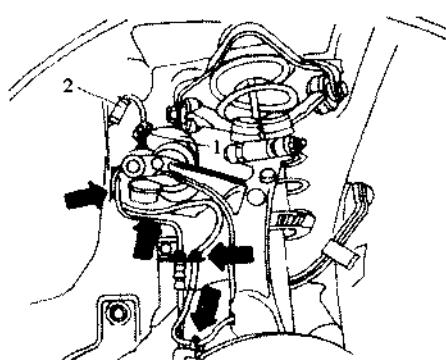
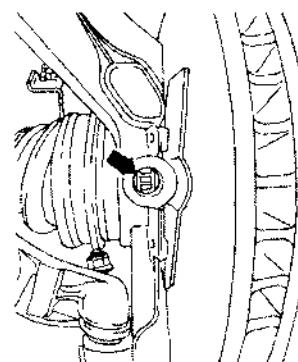

图 7.30 从车轮罩上松开护套
图 7.31 检查转子是否脏污或损坏
(1) 拆卸转速传感器，如图7.30所示。
- ① 更换卡夹。
- ② 插入转速传感器前先装上密封件。
- ③ 装上转速传感器导线，将护套 1 装到定位夹内（见图 7.30）。
- ④ 将转向盘转至左右止点，检查转速传感器导线是否干涉。
- (3) 检查前轮转速传感器配合齿圈，如图 7.31 所示。